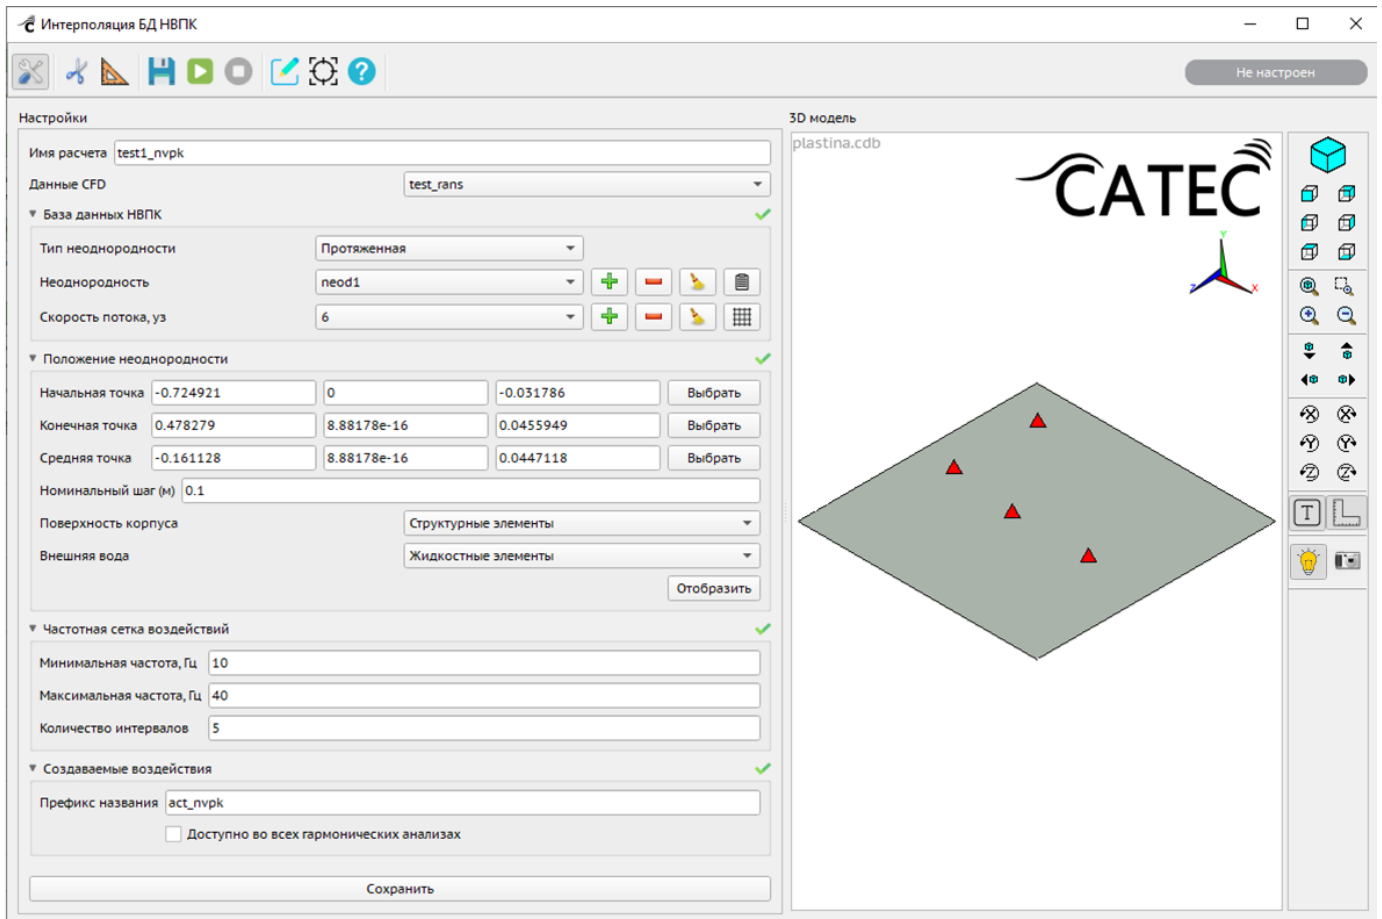

Рисунок 196 – Выбор начальной, конечной и средней точки на 3D-модели КЭМ
- при типе неоднородности «Протяженная»: необходимо ввести координаты точек «Начальная точка», «Конечная точка», «Средняя точка» или указать эти точки на 3D-модели КЭМ. Значения точек обозначают положение неоднородности (начало, конец и центр) на поверхности корпуса модели. Указанные точки образуют плоскость, пересечение которой с поверхностью модели образует линию неоднородности (Рисунок 196). Точки расставляются на линии с шагом, близким к параметру «Номинальный шаг».